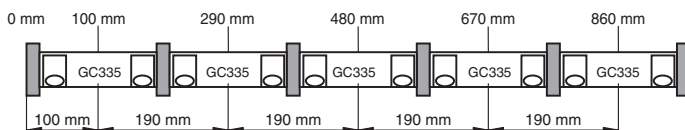

Figure 3.1 Montage du profilé en aluminium
- Percez les trous de fixation à mi-distance des supports de module (surface grisée sur la fig. 3.1). Veillez à ne pas laisser de copeaux dans le profilé en aluminium. Lors de la fixation, étanchez les trous percés de manière à empêcher la pénétration de gouttes d'eau.